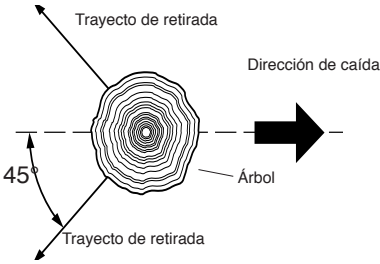

Figura 11 - Trayecto de retirada de un árbol
3. Planee y despeje un trayecto de retirada para el momento de la caída. Éste debe ser en sentido contrario al de la caída del árbol y a un ángulo de 45° (vea la Figura 11).
La preparación correcta de una muesca determinará la dirección en que caerá el árbol. Corte la muesca del lado del árbol correspondiente a la dirección en la cual desea que éste caiga (vea la Figura 11). Siga las instrucciones a continuación para cortar la muesca.
⚠ ADVERTENCIA: No atraviese el árbol completamente. Deje alrededor de cinco centímetros de diámetro sin cortar, directamente detrás de la muesca (vea la Figura 11). Esta porción sin cortar funciona a manera de bisagra. La bisagra ayuda a evitar que el árbol se tuerza y caiga en la dirección equivocada.